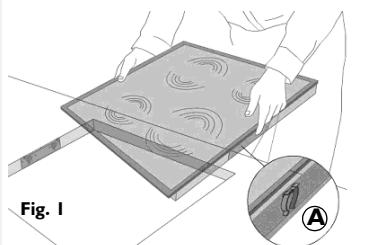

Fig. 1
- Positionnez les 4 attaches (**A**) sur le cadre du plan de cuisson, dans le siège prévu à cet effet, voir Fig. 1